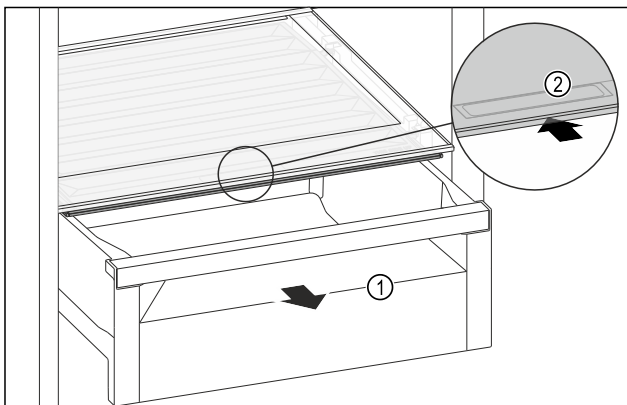

Fig. 136
- Schubfach Fig. 136 (1) herausziehen.
- Griffmulde Fig. 136 (2) am Fachdeckel anfassen und Fachdeckel gleichzeitig nach hinten schieben.